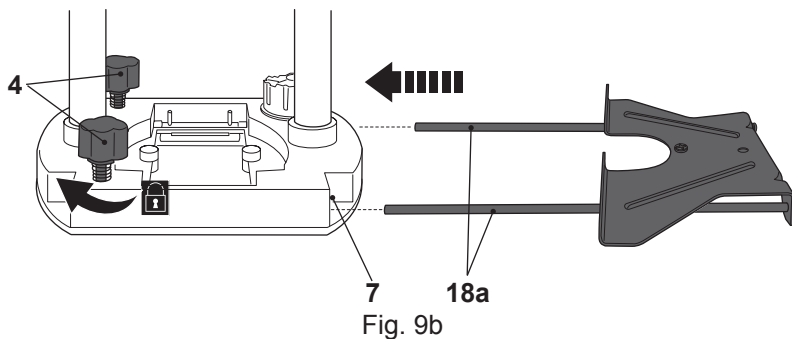

Fig. 9b
> Glisați capetele deschise ale tijelor (18a) prin orificiile de la bază (7) (Fig. 9b).